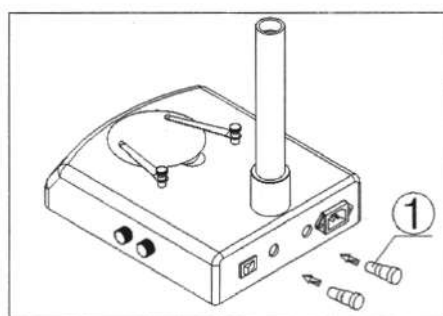

Рисунок 15
1. Вытащите блок предохранителей с помощью отвёртки. Выньте из блока предохранитель (1) (см. рисунок 15).